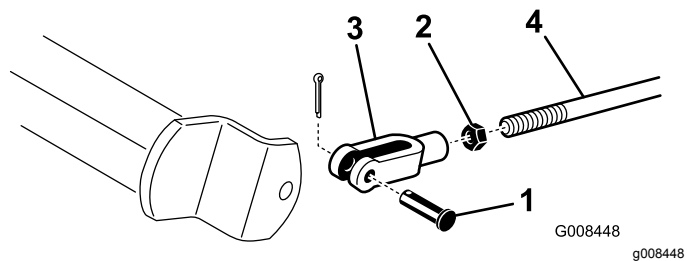

Bild 45
- A. Entfernen Sie den Splint und Lastösenbolzen, um die Bremsstangen abzuschließen (Bild 45).
- B. Lockern Sie die Klemmmutter und stellen den Lastösenbolzen entsprechend ein (Bild 45).
- C. Bringen Sie den Lastösenbolzen am Bremsbügel an (Bild 45).